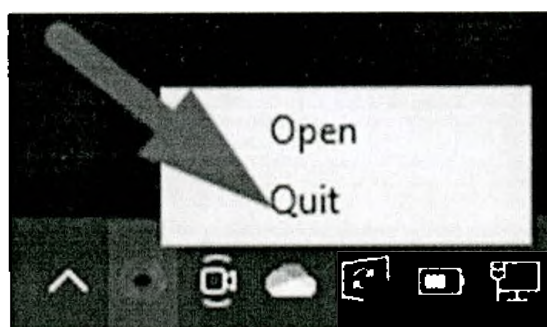

Рисунок A18
- в случае, если подключится к костюму не удалось, выполните процедуру подключения повторно, предварительно закрыв Launcher из области уведомлений (рисунок A18), а также закрыв teslasuit.service в Диспетчере задач (рисунок A19).